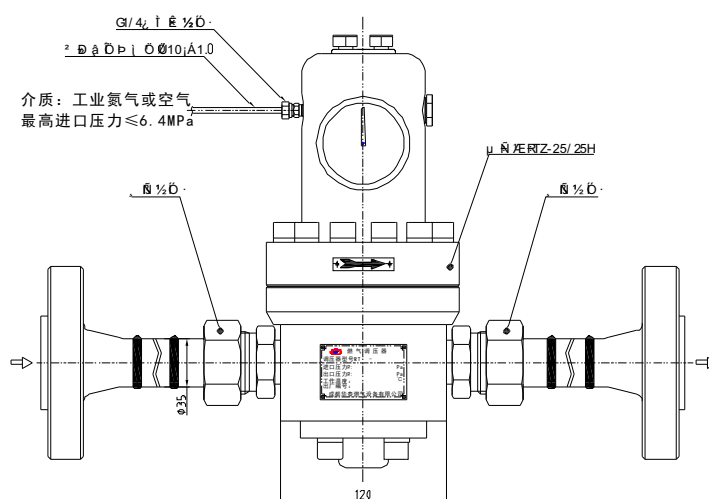

图4 安装示意图
- 用户应将高压接头拧紧后配管点焊，取下调压器再实施焊接，以保证调压器内部件处于非受力状态。严禁强行安装，以免导致调压器及内部零部件的损坏造成泄漏。调压器信号管的安装请参阅图4，严禁在管线下方设置取压点。